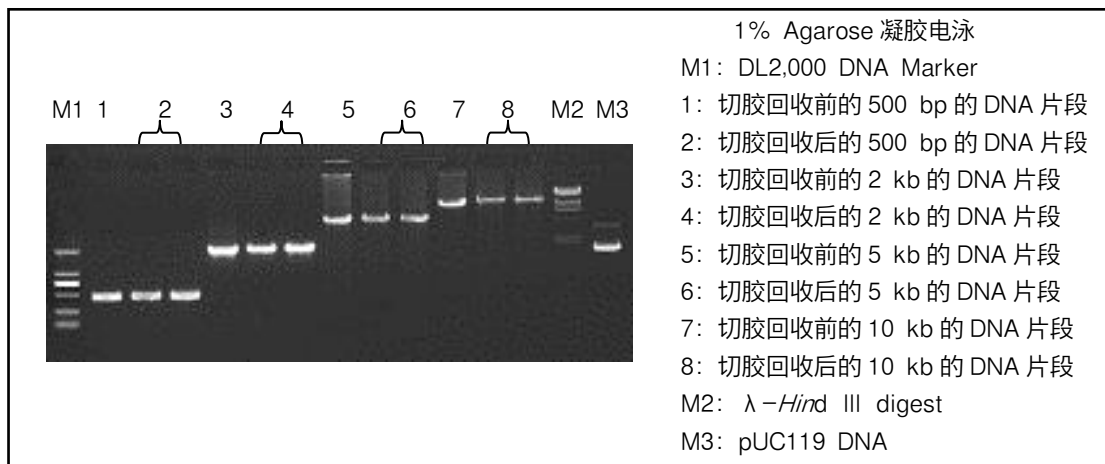

图 2. DNA 片段回收电泳图
1. 500 bp、2 kb、5 kb、10 kb 的 PCR 片段起始量分别为 3 μ g、3 μ g、2 μ g、2 μ g 进行 1% 的琼脂糖凝胶电泳后, 使用本试剂盒回收纯化各 DNA 片段, 然后取 1/10 量进行琼脂糖凝胶电泳, 其结果见图 2, 回收率高达 60% 以上。